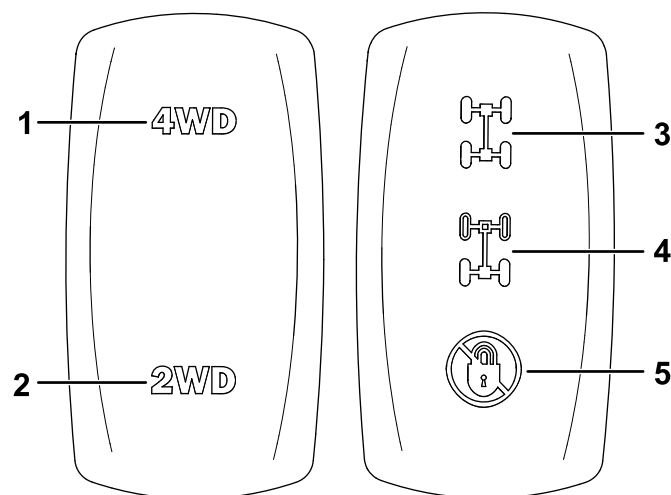

Figura 55
2. Premete l'interruttore trazione a 2 ruote motrici/integrale (Figura 55) verso l'alto per attivare la trazione integrale.
Togliete il piede dal pedale dell'acceleratore, e disattivate la trazione integrale premendo l'interruttore trazione a 2 ruote motrici/integrale verso il basso (Figura 55).
2. Premete l'interruttore di blocco differenziale in posizione centrale per attivare il blocco differenziale posteriore (Figura 55).
Premete l'interruttore di blocco differenziale verso l'alto per attivare il blocco differenziale anteriore e posteriore (Figura 55).
Togliete il piede dal pedale dell'acceleratore e disattivate il blocco del differenziale premendo l'interruttore di blocco differenziale verso il basso (Figura 55).